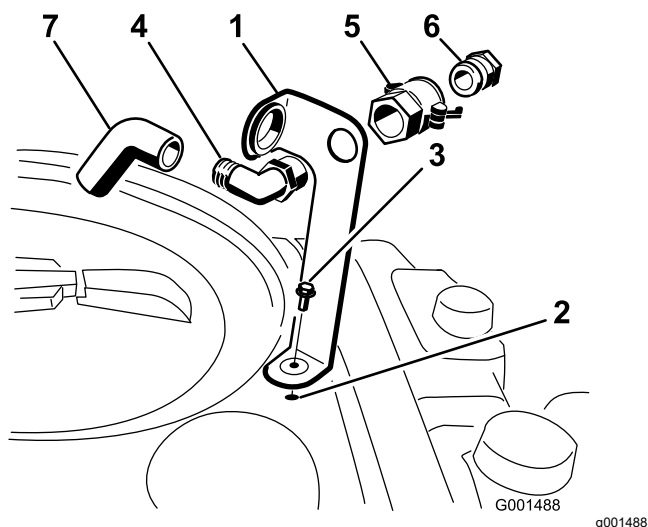

Figura 3
urub cu guler (5/16 x 3/4"), aa cum se arată în Figura 3.
2. Aezai capătul filetat al fittingului cu cot de 90° prin suport i introduceți cuplajul rapid pe acesta, fixându-l pe suport (Figura 3).
3. Montai adaptorul pentru furtun în cuplajul rapid (Figura 3).
4. Blocai adaptorul în poziție prin balansarea manetelor spre adaptor și apoi fixai-le cu tifturile în formă de agrafă (Figura 3).
5. Montai furtunul anti-sifon prin deschiderea mare de pe suport și pe capătul inelat al fittingului cu cote de 90° (Figura 3).